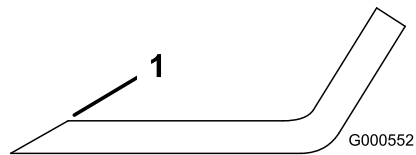

Рисунок 76
1. Для загострення ріжучої кромки на обох кінцях ножа використовуйте напилек (Рисунок 76).
Примітка: Якщо ніж не збалансований, зніміть напилком частину металу лише в кінці площі вітрильності (Рисунок 76).